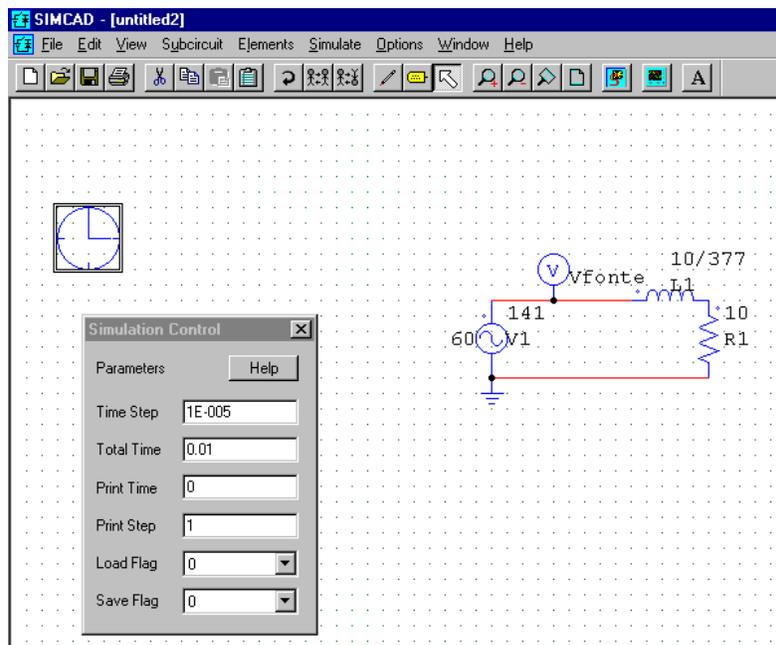

Figura 4: Menu de Controle da Simulação “Simulation Control”.
- f. No menu “**Simulate**” acessar o a opção “**Simulation Control**” e arrastá-lo para a área de trabalho (Figura 4);
- h. Com os parâmetros indicados na Figura 4, pressionar o botão  “**Run Simulation**”. Após o término da simulação será aberto o programa de visualização de formas de onda “**Simview**”, que permite: *(apenas estou listando, não é para fazer!!!)*